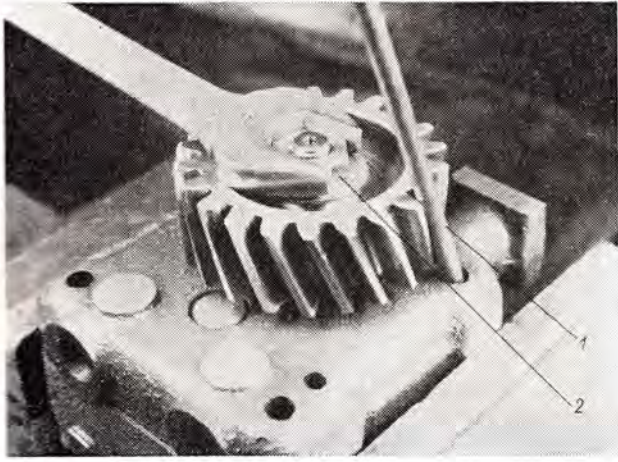

Abb. 15
2. Die Mutter ist zu entsichern und das Zahnrad (Abb. 15) ist durch Einschieben eines Stiftes (Abb. 15/1) in die vorgebohrten Öffnungen der Pumpe zu sichern.
3. Die Mutter M 10 (Abb. 15/2) ist abzuschrauben, die Sicherungsunterlage abzunehmen und das Rad von der Welle abzuziehen.